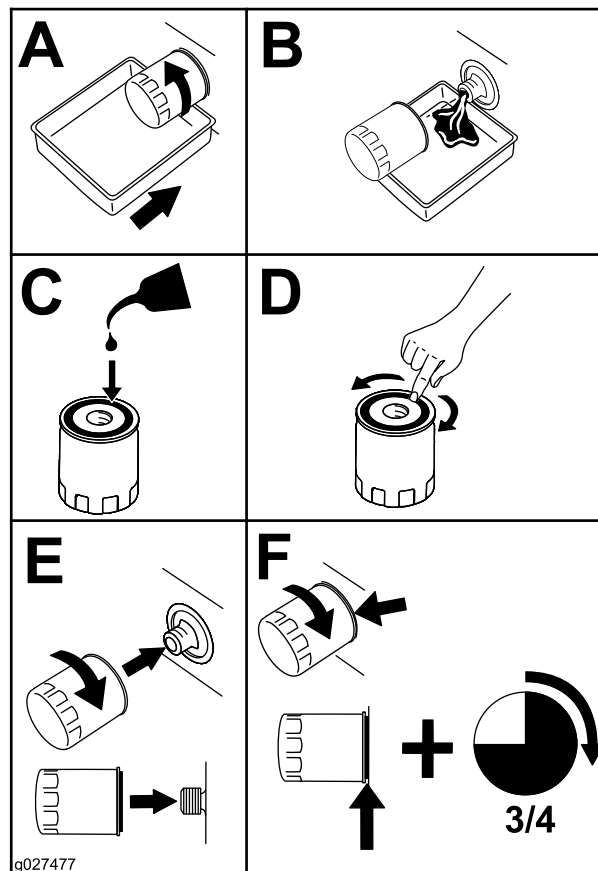

Figura 59
2. Sustituya el filtro de aceite del motor (Figura 59).